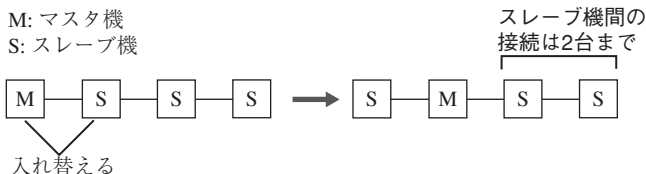

図 2-5 4 台並列運転の配置例
- ・ 4 台または 5 台の並列運転では、図 2-5 のようにスレーブ機が 3 台以上隣り合わないよう配置しないでください。動作が不安定になることがあります。